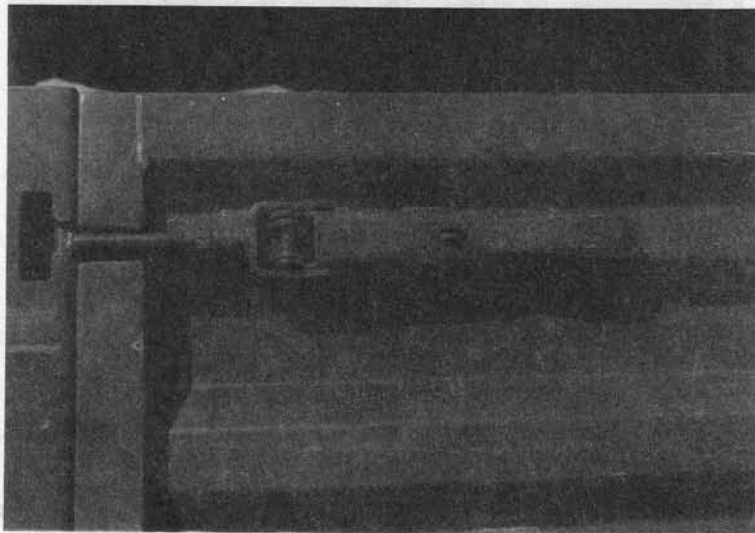

Fig. 42 — FERMETURE A GRENOUILLERE.
- Les fermetures du hayon et des ridelles sont du type à grenouillère, avec réglage et verrouillage de sécurité ne débordant pas du profil de ridelle (fig. 42).